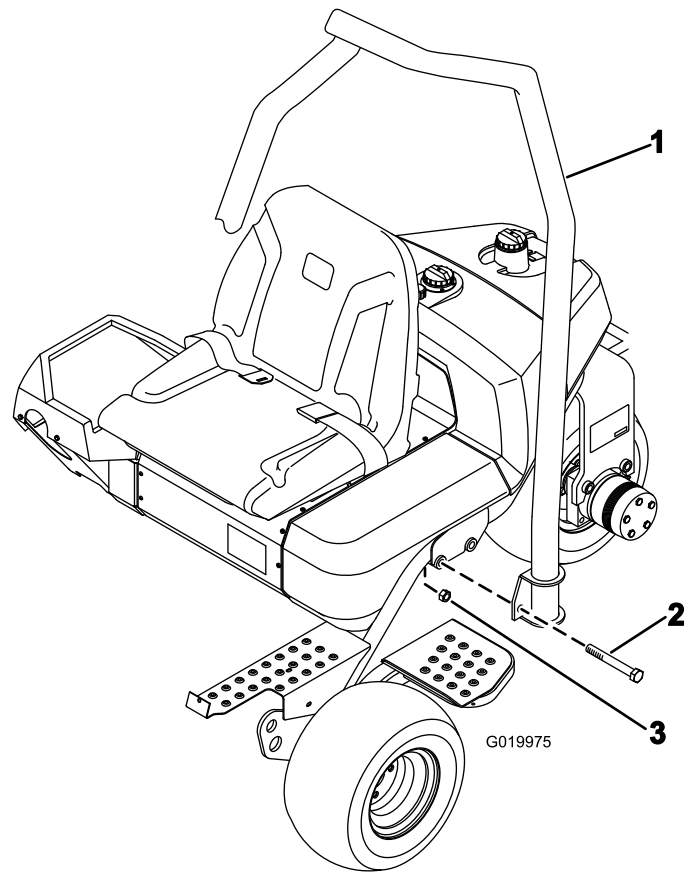

Figura 7
- Abbassate il roll-bar sul telaio, allineandolo con i fori di montaggio (Figura 7).
- Fissate ogni lato del roll-bar al telaio con 2 bulloni ($\frac{5}{8}$ " x $4\frac{1}{2}$ " e dadi di bloccaggio come mostrato in Figura 7.
- Disponete il roll-bar in modo che l'estremità del tubo sia curvato verso la parte anteriore della macchina (Figura 7).